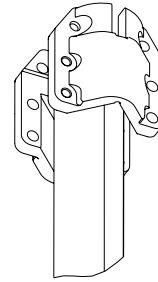
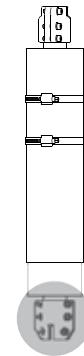

Рис. 48. Установите две полумуфты на валу квадратного сечения
Рис. 57. Полумуфты, повернутые под углом 90°
См. рис. 48.
13. Установите две полумуфты на нижнем конце вала; см. рис. 48. Эти полумуфты должны были повернуты на 90° относительно установленных в шаге 2, как показано на рис. 57.